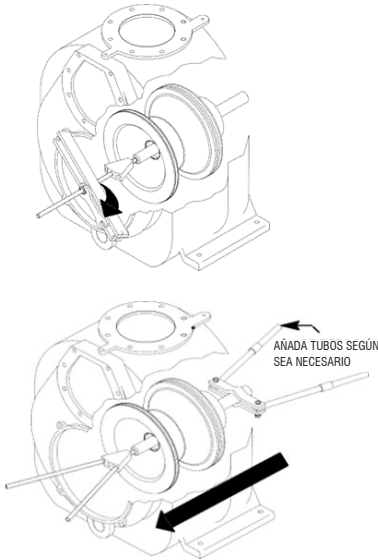

Figura E-3. Extracción del Conjunto Giratorio con Herramienta
Retire el hardware interno (24 y 23) del anillo adaptador (36). Si se utiliza la herramienta de extracción, siga las instrucciones incluidas en el paquete y extraiga el conjunto giratorio de la carcasa de la bomba (consulte la Figura E-3 para ver el uso de la herramienta de extracción). Si no se utiliza la herramienta de extracción, instale tres de los tornillos de cabeza hueca interiores en los orificios de elevación del anillo adaptador (36) y utilícelos para presionar el conjunto giratorio en la carcasa de la bomba hasta que la carcasa del cojinete quede libre.